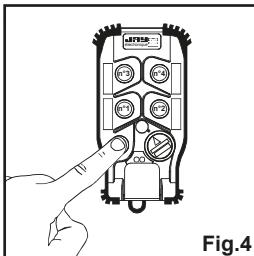

Fig.4
- 5- Nach Auswahl der gewünschten Dauer (zwischen 01 und 99) die Dauer durch Betätigen der "Ein/Hupe"-Taste bestätigen (fig.4).
- 6- Den Programmiermodus des Identitätscodes durch Betätigen der Aus-Taste verlassen (fig.4).